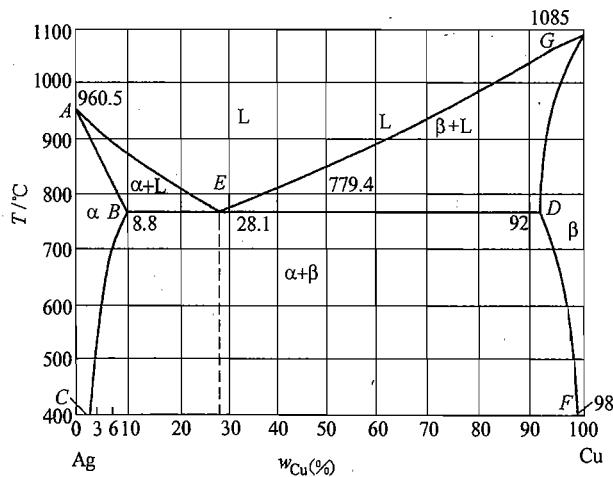

图 27-2 第三题第 2 小题图
2. Cu-Ag 合金相图如图 27-2 所示。若有一 Cu-Ag 合金 ( $w_{\text{Cu}} = 0.075$ ,  $w_{\text{Ag}} = 0.925$ ) 1kg, 请提出一种方案从该合金中提炼出 100g 的 Ag, 且要求提炼得到的 Ag 中的 Cu 含量  $w_{\text{Cu}}$  低于 0.02。(假设液相线和固相线均为直线)。